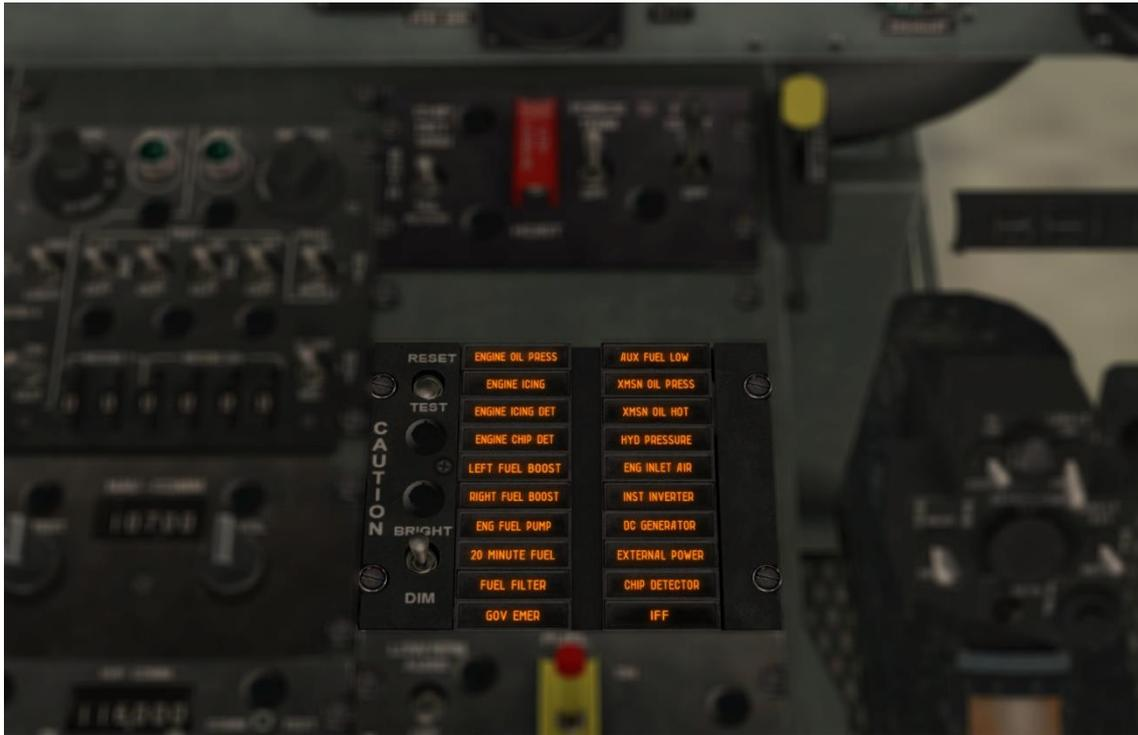

Abbildung 5-2: Position Hauptwarnleuchentafel.
- b) Hauptwarntafel. Die Hauptwarntafel befindet sich auf der Pilotenseite der Mittelkonsole (Abbildung 5-2). Beschriftete Warnleuchten zeigen die entsprechenden Warnmeldungen an. Leuchtet oder blinkt eine Warnlampe auf, so deutet dies auf eine Störung hin. Lesen Sie im Abschnitt zur Warnleuchtentafel die Auswirkungen der einzelnen Warnleuchten.